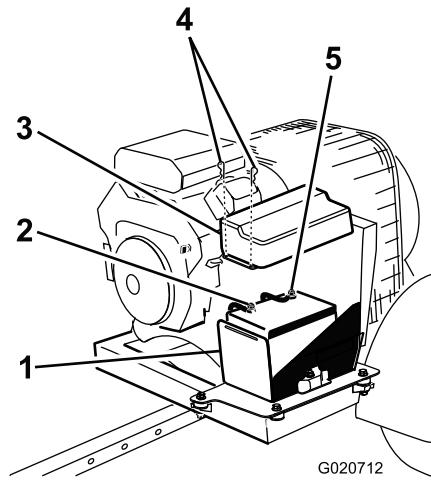

Bild 5
3. Schließen Sie das Minuskabel (schwarz) an den Minuspol (–) der Batterie an (Bild 5).
2. Schließen Sie das (rote) Pluskabel am Pluspol (+) der Batterie an (Bild 5).